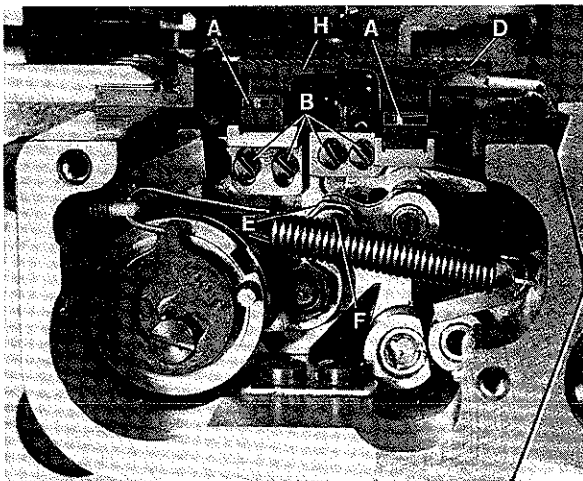

Fig.29
Assemble the two-piece main feed dog (H, Fig. 29) and the differential feed dog (D, Fig. 29), tighten fastening screws (A, Fig. 29) slightly. Insert the throat plate support with throat plate on the cylinder arm and center the feed dogs across-the-line-of-feed in the throat plate slots to have equal clearance on all sides. Now tighten screws (A) firmly.
For setting loosen screws (B, Fig. 29) and position the feed dog holders with the feed dogs to the correct height. Tighten screws (B).
In-line-of-feed the differential feed dog can be set to the front or to the rear to clear equally between the main feed dog and the front end of throat plate slot. For adjustment loosen screw (F, Fig. 29) and rotate eccentric (E) in operating direction until the correct setting is obtained. Retighten screw (F).
Montieren Sie den zweiteiligen Haupttransporteur (H, Fig. 29) und den Differentialtransporteur (D, Fig. 29), ziehen Sie die Befestigungsschrauben (A, Fig. 29) nur leicht an. Stecken Sie den Stichplattenträger mit Stichplatte auf den Zylinderarm und vermitteln Sie die Transporteure seitlich in den Stichplattenschlitzen so, daß sie an allen Stellen freigeht. Ziehen Sie die Schrauben (A) danach gut an.
Zur Einstellung lösen Sie die Schrauben (B, Fig. 29) und schieben die Transporteurhalter mit den Transporteuren auf die gewünschte Höhe. Ziehen Sie die Schrauben (B) an.
In Nährichtung kann der Differentialtransporteur entsprechend vor- oder zurückgestellt werden, damit er zwischen dem Haupttransporteur und dem vorderen Schlitzende der Stichplatte gleichmäßig freigeht. Zur Einstellung lösen Sie die Schraube (F, Fig. 29) und drehen den Exzenter (E) in Nährichtung, bis die richtige Einstellung erreicht ist. Ziehen Sie die Schraube (F) wieder an.